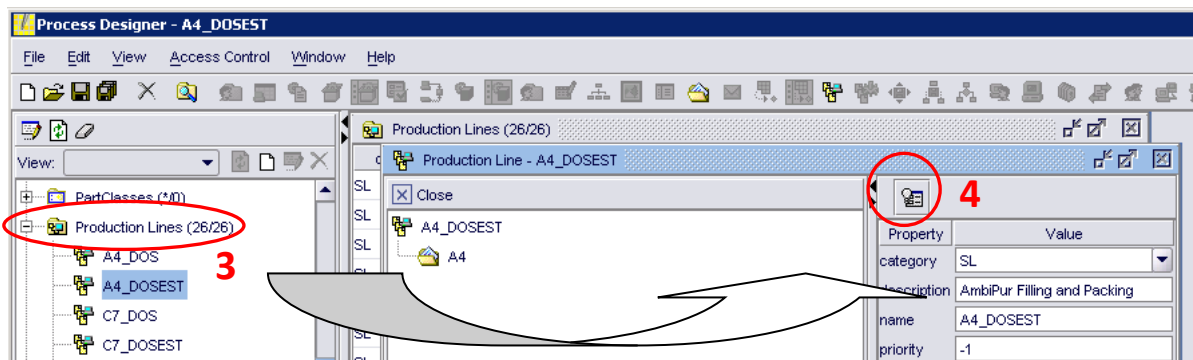

Imagen 4
- En la pantalla que nos aparecerá a la derecha (**Imagen 4**), seleccionar en el icono correspondiente a **Customizer for the selected object**: